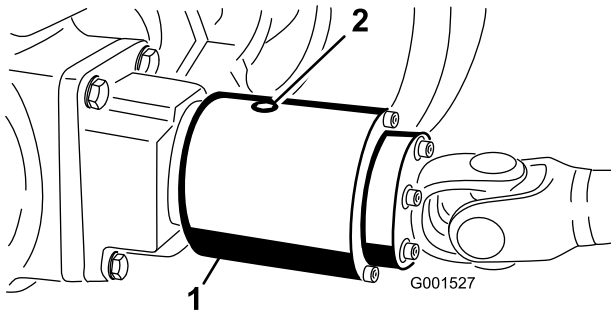

Figura 61
- Ruotate la frizione per allineare il tappo di controllo in posizione a ore 6. (Figura 61).